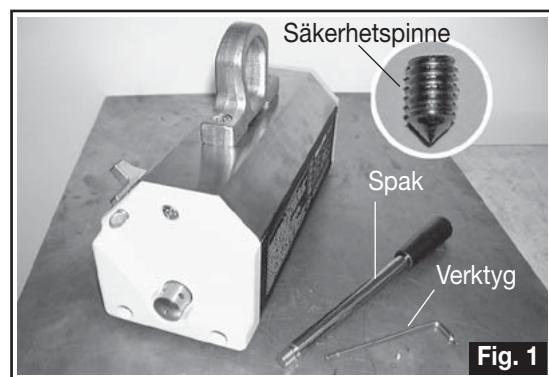

Fig. 1
A) Packa upp lyftanordningen och placera den på en järnplatta (fig. 1).
B) Packa upp hissens kontroll (spak), säkerhetspinne och verktyget från emballaget (fig. 1).